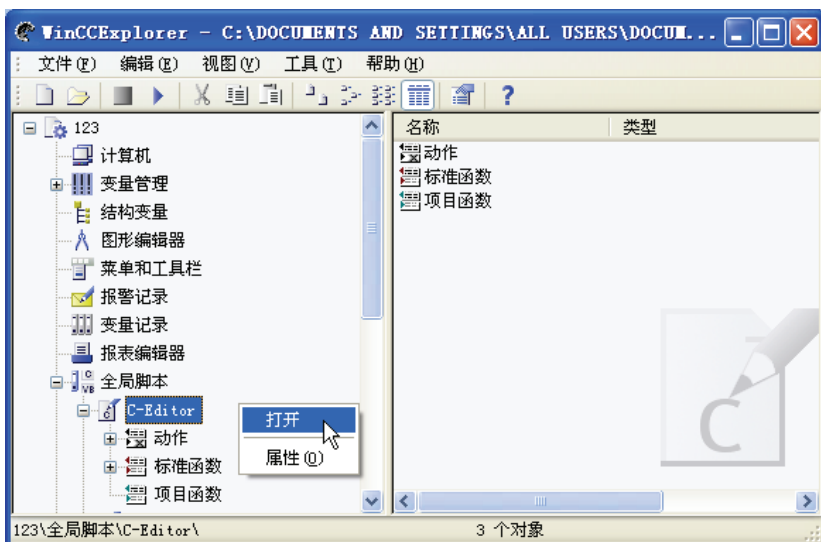

图 9-6 打开全局脚本 C-编辑器
1) 打开全局脚本 C-编辑器。在项目浏览器的浏览器窗口中，选中“C-Editor”，单击鼠标右键，弹出快捷菜单，单击“打开”命令，如图 9-6 所示。